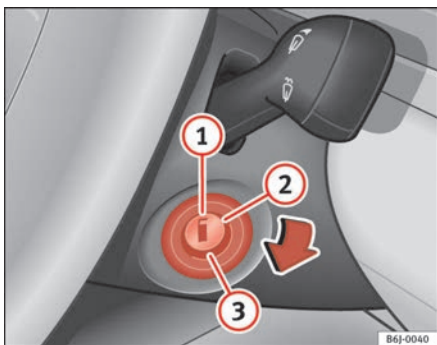

Abb. 93 Stellungen des Zündschlüssels
In dieser Stellung ⇒ Abb. 93 sind die Zündung und der Motor ausgeschaltet und die Lenkung kann gesperrt werden.
- Drehen Sie den Zündschlüssel in Stellung ⇒ Seite 137, Abb. 93 **1**. Beim Vorglühen des Motors leuchtet die Kontrollleuchte ☞ auf.
- Drehen Sie den Zündschlüssel in Stellung ⇒ Seite 137, Abb. 93 .